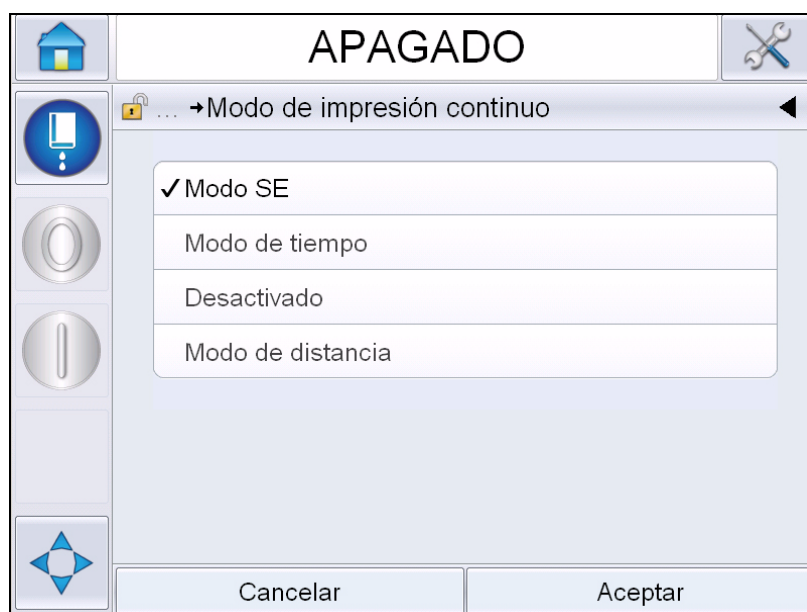

Figura 4-25: Cuadro de diálogo Continuous Print (Impresión continua)
- 1 Seleccione *Continuous Print* (Impresión continua) desde el menú *Print Trigger* (Activador de impresión). Aparecerá el cuadro de diálogo *Impresión continua* (consulte la Figura 4-25).